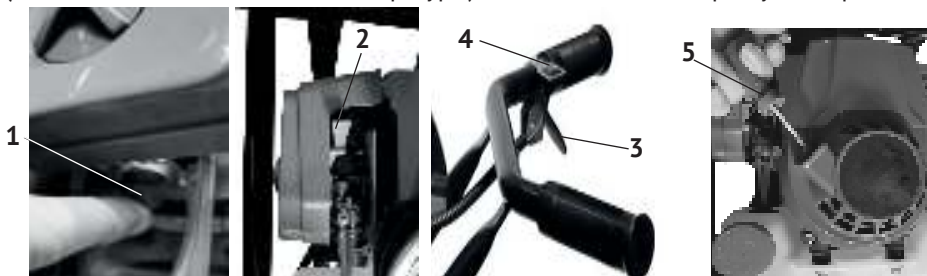

рис. 3
6.1.1 Порядок запуска (см. рис. 3)
- нажать несколько раз на кнопку ручной подкачки топлива - праймер (рис. 3 поз.1) до заполнения на 2/3 колпачка топливом;
- перевести выключатель зажигания (рис.3 поз.4) в положение «I» - «Включено»;
- перевести рычаг воздушной заслонки (рис. 3 поз.2) в положение «закрыто» - при пуске холодного двигателя (для прогретого двигателя рычаг устанавливается в промежуточном положении);
- медленно потянуть за рукоятку стартера (рис. 3 поз.5) до появления сопротивления, а затем резким движением вытянуть трос на 2/3 его длины. Повторить действие до первого «схватывания» двигателя;